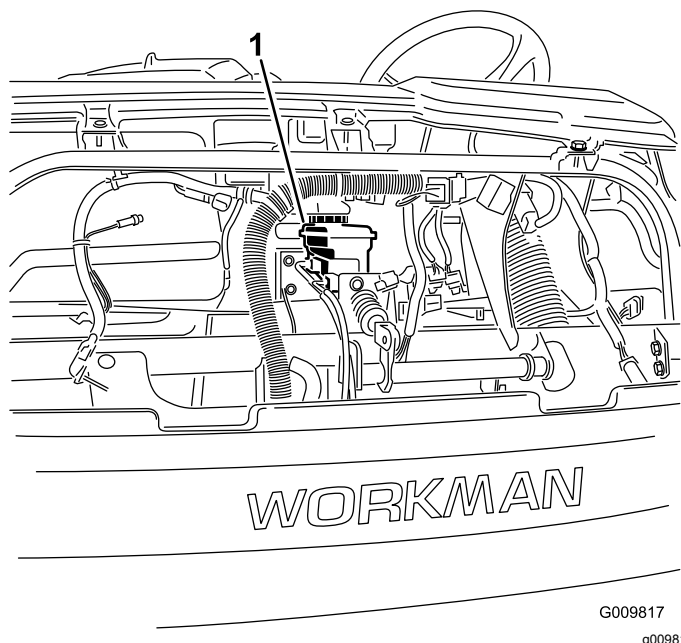
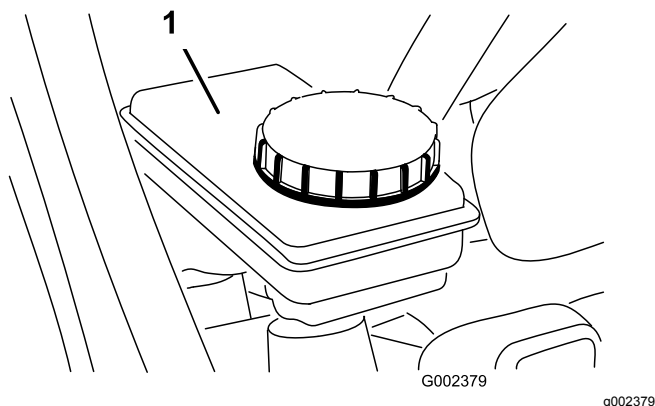

Figura 26
Figura 27
3. Controllate il livello del fluido nel serbatoio del fluido dei freni (Figura 26 e Figura 27).
- A. Pulite la superficie attorno al tappo del serbatoio (Figura 27).
- B. Rimuovete il tappo del serbatoio (Figura 27).
- C. Aggiungete il fluido dei freni specificato fino a raggiungere la linea di pieno sul serbatoio (Figura 27).
D. Montate il tappo (Figura 27).